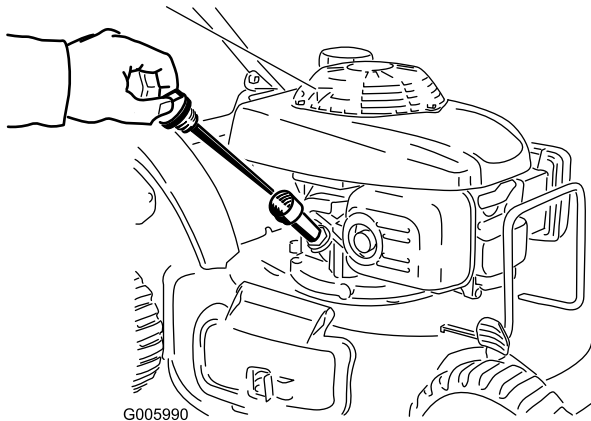

Figura 19
1. Retire la varilla, límpiela con un trapo, vuelva a colocarla en el tubo de llenado, **pero no la enrosque** (Figura 19).
2. Retire la varilla y compruebe el nivel de aceite (Figura 19).
Si no hay aceite sobre la varilla, vierta aceite **lentamente** por el tubo de llenado de aceite, comprobando el nivel con la varilla de vez en cuando, hasta que la varilla indique que el motor está lleno, tal como muestra Figura 19. **No llene demasiado.** (Capacidad máxima: 20 onzas (0,55 l), tipo: SAE 30, aceite detergente con clasificación de servicio API, SH, SJ, SL o superior.)